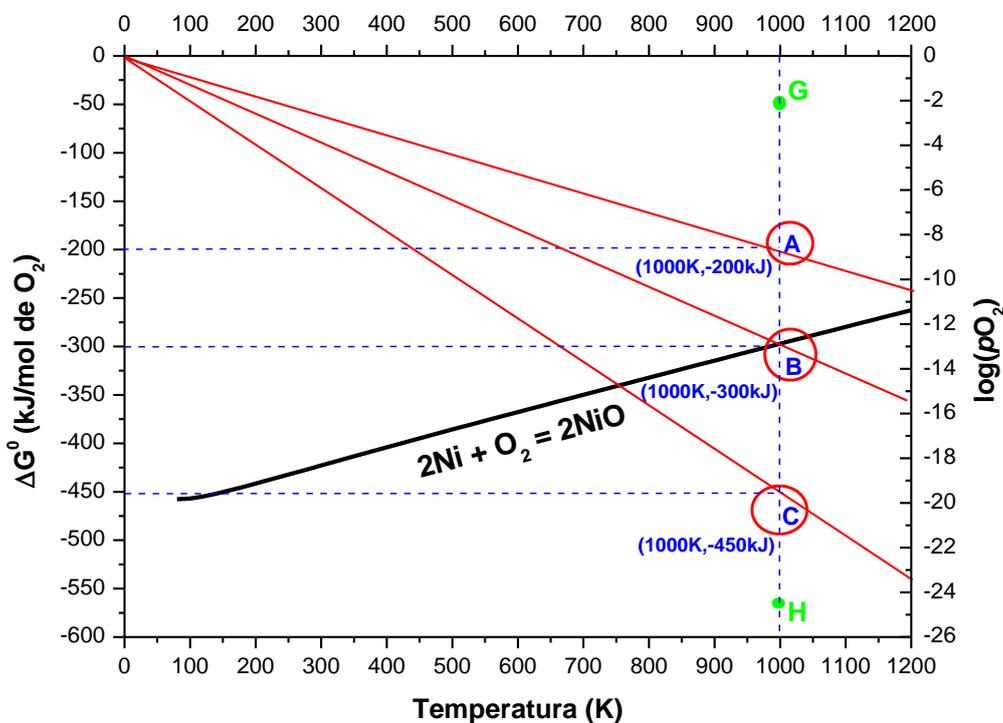

Figura 1. Diagrama de Ellingham para o óxido de níquel (II).
Como foi visto nos tópicos anteriores, a cada par ordenado $(T, \Delta G^0)$ no diagrama de Ellingham podemos associar um valor de pO_2 . Essa informação é de fundamental importância para a construção de diagramas para óxidos de metais com mais do que um estado de oxidação. A Figura 1 mostra o diagrama de Ellingham para o óxido de níquel que será utilizado como modelo para a construção de diagramas mais complexos.
As coordenadas dos pontos A, B e C podem ser lidas diretamente no diagrama como mostra a Figura 1 (linhas tracejadas azuis). Para calcular os valores de $\log(pO_2)$ utiliza-se da equação (5), descrita abaixo (verificar documento Diagrama de Ellingham – parte 3):
Substituindo os valores de $(T, \Delta G^0)$ para os pontos A, B e C mostrados na Figura 1, os seguintes valores de $\log(pO_2)$ serão obtidos: (A) = -10,4; (B) -15,67 e (C) = -23,50. Esses valores podem ser lidos diretamente no diagrama (linhas vermelhas).
Para o ponto (B) o valor de pO_2 será de $2,15 \times 10^{-16}$ atm e, como discutido anteriormente, esse número significa o valor de pressão interna de O_2 gerado pelo óxido de níquel à temperatura de 1000K ou, de uma forma mais didática, a “tendência” do O_2 “escapar” da rede cristalina do NiO à temperatura de 1000K. Os valores de pO_2 para os pontos (A) e (C) são de $3,58 \times 10^{-11}$ e $3,14 \times 10^{-24}$, respectivamente. Como já era esperado, os valores de pO_2 são menores em regiões mais baixas do diagrama. Apesar de não existir retas pertencentes à óxidos específicos passando pelos pontos (A) e (B) e, por isso, não podemos atribuir esses valores de pressão de O_2 a algum óxido, falaremos que esses pontos representam valores de pressão externa de O_2 . O objetivo dessa introdução é mostrar ao estudante que, para a mesma temperatura, os pontos acima da reta que representa a reação de formação de um óxido no diagrama de Ellingham (no caso específico a reta do NiO) possuem valores de pO_2 maiores que o valor da pressão interna do óxido e, por outro lado, pontos abaixo da reta que representa a reação de formação de um óxido no diagrama de Ellingham possuem valores de pO_2 menores que o valor da pressão interna do óxido. É preciso ficar claro que estamos analisando o sistema na mesma temperatura, isto é, o que foi dito sempre será verdade à medida que percorremos o segmento de reta saindo do ponto (G) até o ponto (H) na Figura 1 (pontos verdes). O mesmo seria verdade caso esse segmento de reta fosse deslocado para a direita ou para a esquerda. Sendo assim, podemos concluir que se um ponto no diagrama de Ellingham está acima da reta que representa um determinado óxido de interesse, a pO_2 externa (calculada ou lida graficamente) será maior que a pO_2 interna do óxido. Por outro lado, se um ponto no diagrama de Ellingham está abaixo da reta que representa um determinado óxido de interesse, a pO_2 externa (calculada ou lida graficamente) será menor que a pO_2 interna do óxido.
o diagrama de Ellingham da Figura 1 pode ser construído da forma mostrada na Figura 2.